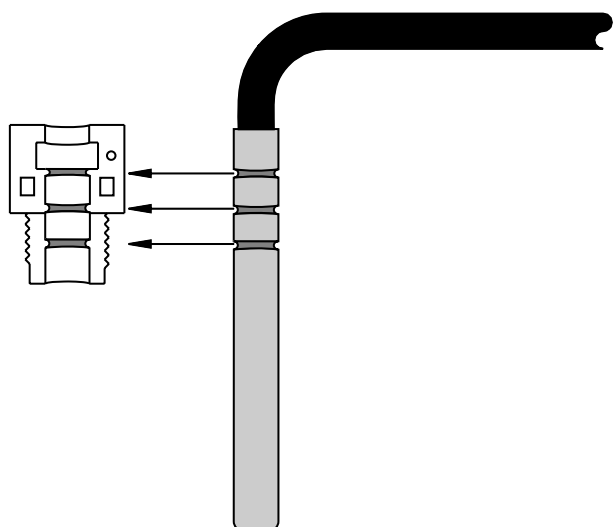

Рисунок 4.5 – Установка термопреобразователя в адаптер
- в установочный карман шарового крана (2) помещают два уплотнительных кольца (3);
- термопреобразователь (1) помещают в пластмассовый адаптор (4), состоящий из двух частей, желобки на термопреобразователе должны совпасть с желобками на адаптере (рисунок 4.5);